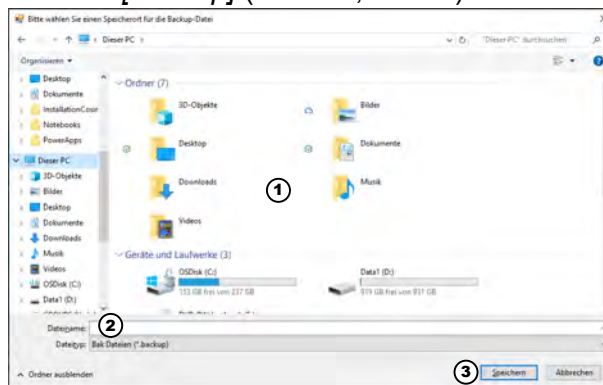

Abb. 54: Speicherort der Backupdatei auswählen und Dateiname angeben
4. ➤ Wählen Sie wie unter Abb. 54, Pos. 1 gezeigt, einen Speicherort aus.
5. ➤ Vergeben Sie wie unter Abb. 54, Pos. 2 gezeigt, einen geeigneten Namen für die Backupdatei an.
6. ➤ Wählen Sie *[Speichern]* (Abb. 54, Pos. 3) aus.